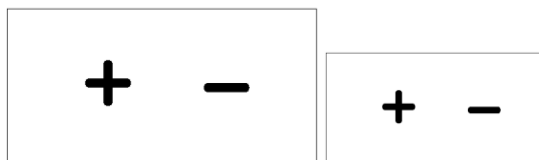

Рис. 2. Изменение масштаба УГО (коэф. масштабирования: 1; 0,6).
2. Возможность изменения масштаба УГО (доступны коэф. масштабирования: 1; 0,6; регулируется параметрами «УГО Масштаб 1» и «УГО Масштаб 0,6» соответственно), см. рис. 2 и раздел «Параметры экземпляра» в таблице 2.